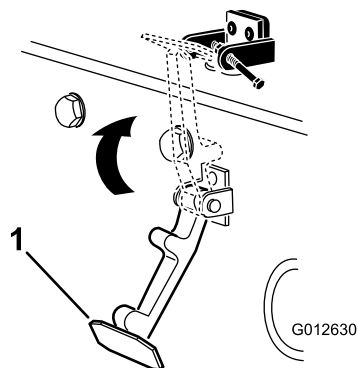

Рисунок 14
6. Введите защелку в зацепление с кронштейном защелки капота (Рисунок 14).